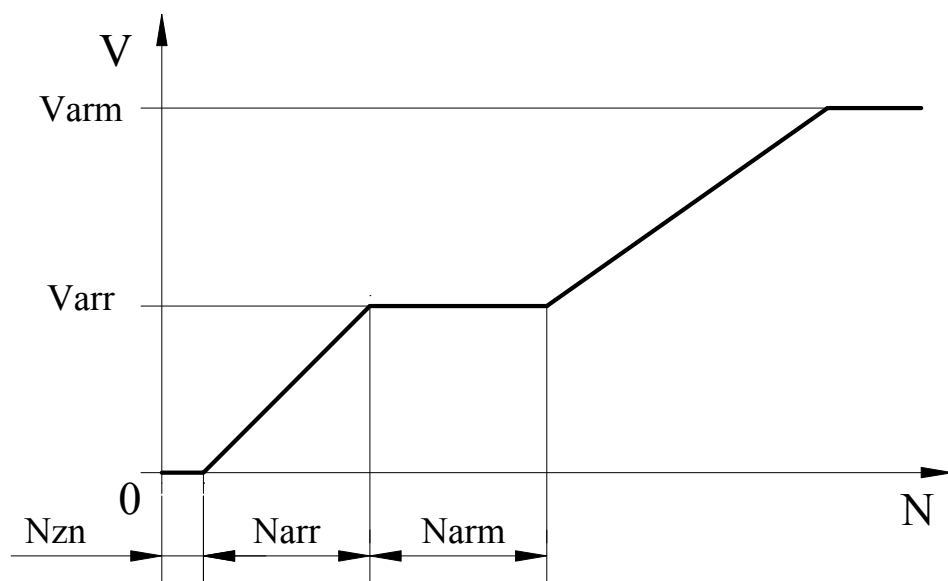

Рис.6. Скорость удержания в зависимости от расстояния до точки удержания.
3.9.8.5. **ТР.34** – Varr (мм/сек) – малая скорость движения при удержании (арретировании) (**рис.6**).
3.9.8.6. **ТР.35** – V_{arm} (мм/сек) – максимальная скорость движения при удержании (**рис.6**).
3.9.8.7. **ТР.36** – N_{arm} (0-100 мм) – участок скорости движения при удержании, где $V=V_{arr}$ (**рис.6**).